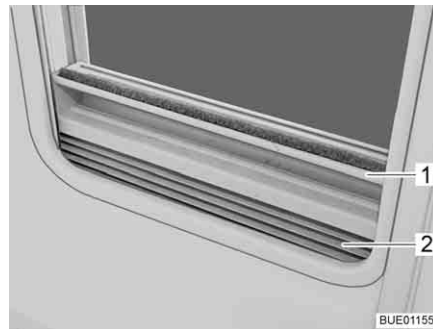

Fig. 46 Estor plegable
- Sujetar el estor plegable (Fig. 46,2) por el centro del agarradero (Fig. 46,1), tirar de abajo a arriba y soltarla a la altura deseada. El estor plegable se queda fijo a esta altura.